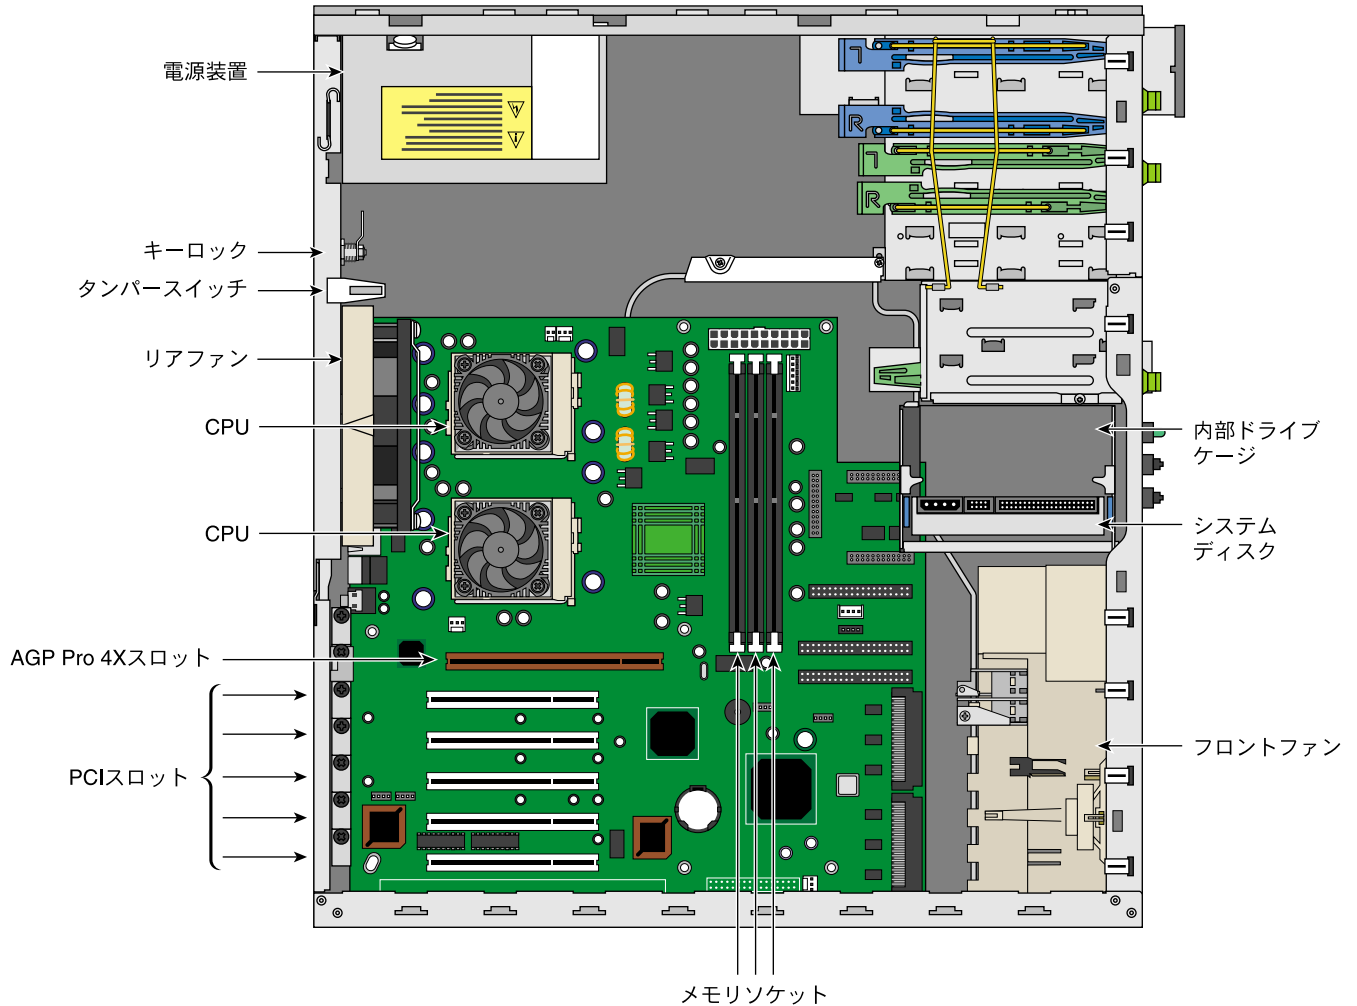

図 1-4 内部構造
本節では、図 1-4 に示すように、Silicon Graphics 330 Visual Workstation の本体内部の主なコンポーネントの位置について説明します。
- Silicon Graphics 330 Visual Workstation は、フロントシステムファン 1 台とリアシステムファン 2 台の合計 3 台のファンで冷却されます (図 1-4 を参照)。フロントファンは、冷却空気を本体内部へ送り込み、2 台のリアファンは、暖まった空気を本体の外へ排出します。リアファンのうち 1 台はリアパネルに取り付けられており、もう 1 台は電源装置に取り付けられています。